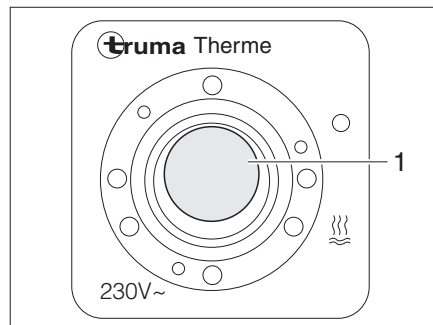

Bild 126 Bedienschalter für Therme
Mit dem Bedienschalter (Bild 126) wird die elektrische Betriebsart eingeschaltet. Die Kontroll-Leuchte (Bild 126,1) im Schalter muss leuchten.
- Bedienschalter (Bild 126) einschalten. Kontroll-Leuchte (Bild 126,1) im Schalter leuchtet.
- Bedienschalter (Bild 126) ausschalten. Kontroll-Leuchte (Bild 126,1) im Schalter erlischt.
- Bedienschalter (Bild 126) ausschalten. Kontroll-Leuchte (Bild 126,1) im Schalter leuchtet nicht.